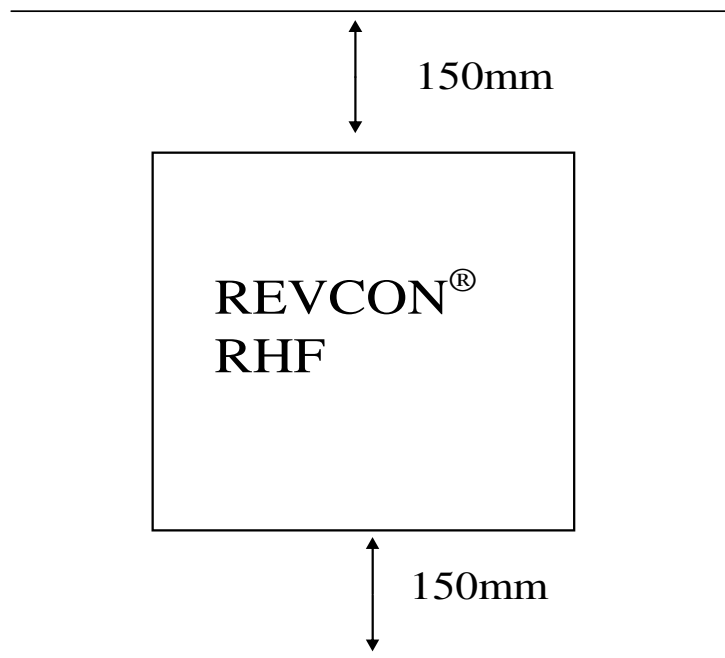

Abbildung 24: 150mm Freiraum ober-und unterhalb
- 150mm Freiraum ober- und unterhalb einhalten (siehe Abbildung 24).